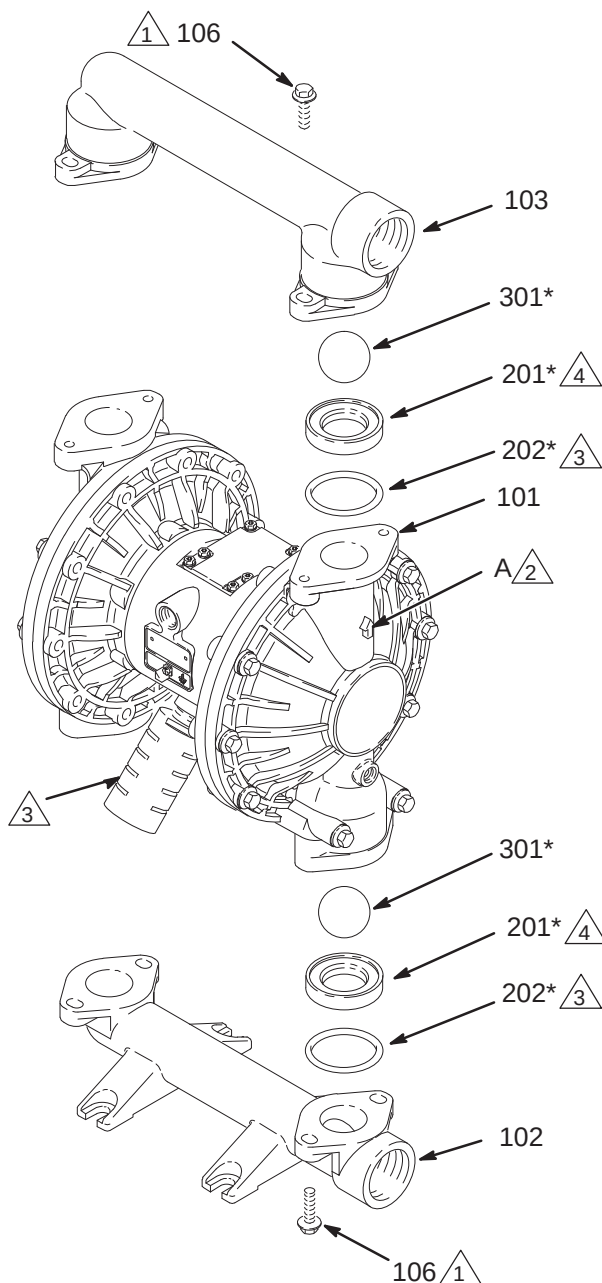

FIG. 10
3. Skruva med en 13 mm hylsnyckel bort de fyra bultarna (106) som håller fast utloppsfördelningsröret (103) på vätskelocken (101). Se FIG. 10.
4. Ta bort o-ringarna (202, *finns inte på en del modeller*), säten (201), och kulor (301) från fördelningsröret.
5. Vänd på pumpen och skruva bort intagsfördelningsröret (102). Ta bort o-ringarna (202, *finns inte på en del modeller*), säten (201), och kulor (301) från vätskelocken (101).
2. Sätt samman i omvänd ordning enligt anvisningarna i FIG. 10. Montera kulventilerna **exakt** så som visas i skissen. Pilarna (A) på vätskekåporna (101) **måste** peka mot utloppsfördelningsröret (103).
- 2 Pilen (A) måste peka mot utloppsfördelningsröret (103).
- 4 Fasade kanten på sätet måste vända mot kulan (301).